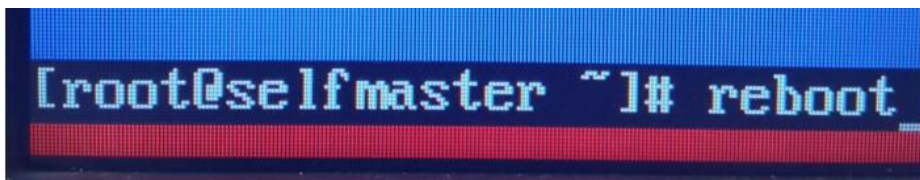

图8
7、敲入指令reboot重启工控机，新改的IP生效，如图8所示。